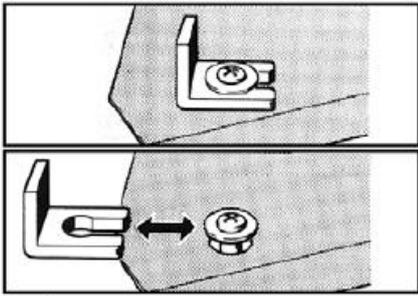

Рис.1
Распакуйте устройство и все аксессуары. Сохраните упаковку для последующей транспортировки устройства. Удалите два транспортировочных фиксатора (15). Нажмите на них сбоку (рис. 1).